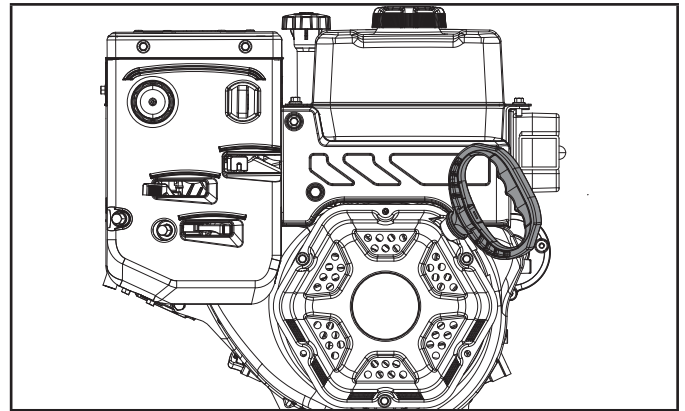

Figure 11
4. Tenez-vous à l'arrière de la machine, du côté droit, et tirez légèrement sur la poignée du démarreur jusqu'à ce que vous sentiez une légère résistance, puis donnez un coup sec. Retournez doucement la poignée du démarreur. (figure 11)